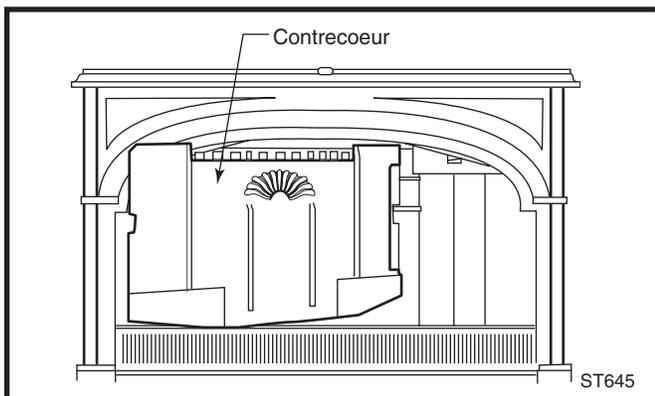

Fig. 50 Retirez le contrecœur inférieur par l'ouverture de la porte avant.
4. Basculez le contrecœur vers l'avant et vers le haut pour le retirer du poêle. (Fig. 50)